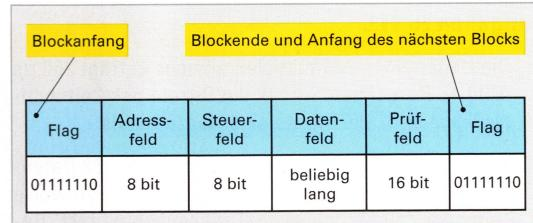

Bild 2: Synchrone Übertragung eines Datenblockes
9. Eine synchrone Datenübertragung in Blöcken nach **Bild 2** dauert insgesamt 11,9 s. Es werden $n_b = 36$ Blöcke mit einer Bitrate von 19,2 kbit/s übertragen. Berechnen Sie a) die Anzahl der insgesamt übertragenen Bits, b) die Anzahl n_{bd} der insgesamt in den Datenfeldern der 36 Blöcke übertragenen Datenbits, c) die Anzahl der übertragenen Nutzzeichen mit der Länge 7 bit, d) die Anzahl n_{zd} der Zeichen im Datenfeld eines Blockes.
10. Eine synchrone Datenübertragung nach **Bild 2** mit der Bitrate 4800 bit/s erfolgt halbduplex, d.h. nach dem Senden eines Datenblocks wartet die Sendestation auf die Quittierung durch die Empfangsstation und sendet anschließend den nächsten Block. Eine einzelne Quittierung umfasst acht Bytes. Die gesamte Übertragungszeit $t_{\bar{u}}$ setzt sich aus der Übertragungsdauer t_d der Datenblöcke und Quittierungen und aus den Umschaltezeiten t_{m1} und t_{m2} der Modems (jeweils 10 ms) zusammen. Die Länge des Datenfeldes ist auf 100 B festgelegt. Es sollen 2500 Nutzzeichen übertragen werden. Berechnen Sie a) die Anzahl n_b der Datenblöcke, b) die Anzahl n_{zges} der insgesamt zu übertragenden Bytes (einschließlich Quittierung), c) die gesamte Übertragungszeit $t_{\bar{u}}$, d) die effektive Zeichenrate.